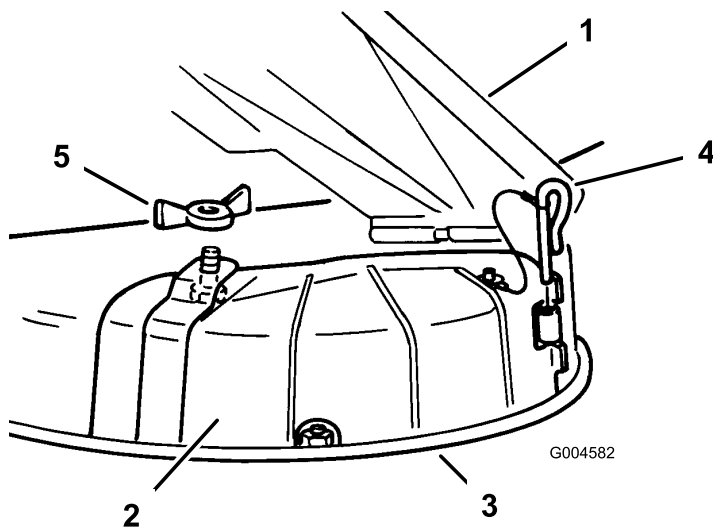

Figura 15
3. Levante el deflector de hierba y coloque la tapa de descarga sobre la abertura, en el borde inferior del cortacésped, e introdúzcala en la bisagra delantera (Figura 15).
4. Coloque el pasador en la bisagra (Figura 15).
5. Fije la tapa de descarga al cortacésped con la tuerca de orejeta (Figura 15).